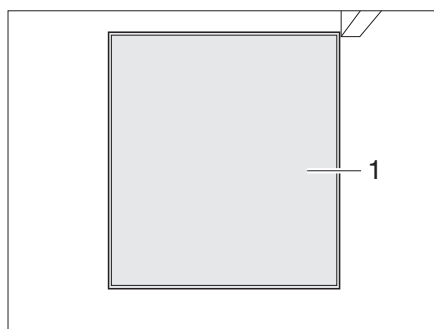

Fig. 284 Accès réservoir pour matières fécales, fermé
- Quand l'accès au réservoir pour matières fécales (cassette) (Fig. 284,1) est fermé : Retirer le cabinet de toilette (voir paragraphe 11.7.1).